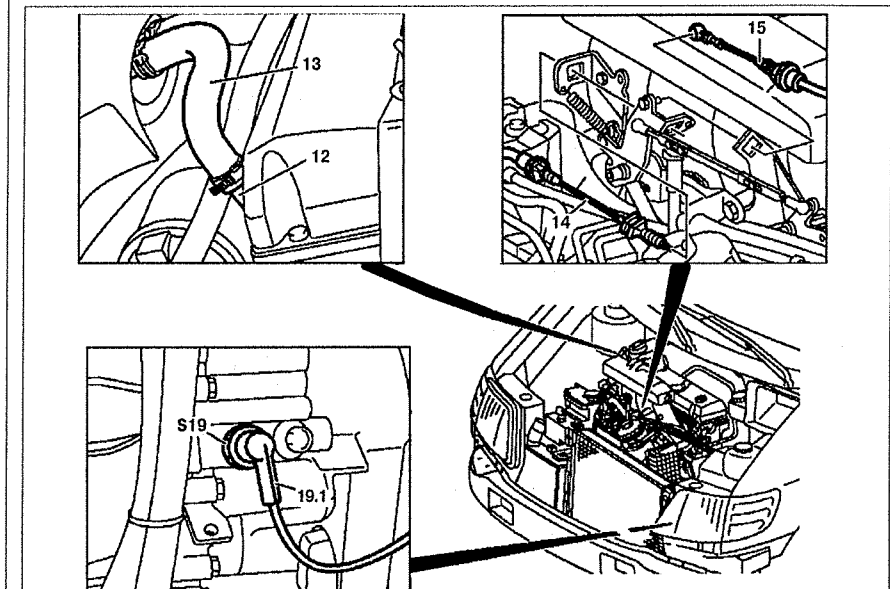

Рис. 4.2. Снятие двигателя:
10. Отсоедините патрубок системы охлаждения 13 от переходника 12 (см.рис.4.2). Проверьте патрубок 13 и хомут его крепления, при необходимости, замените их.